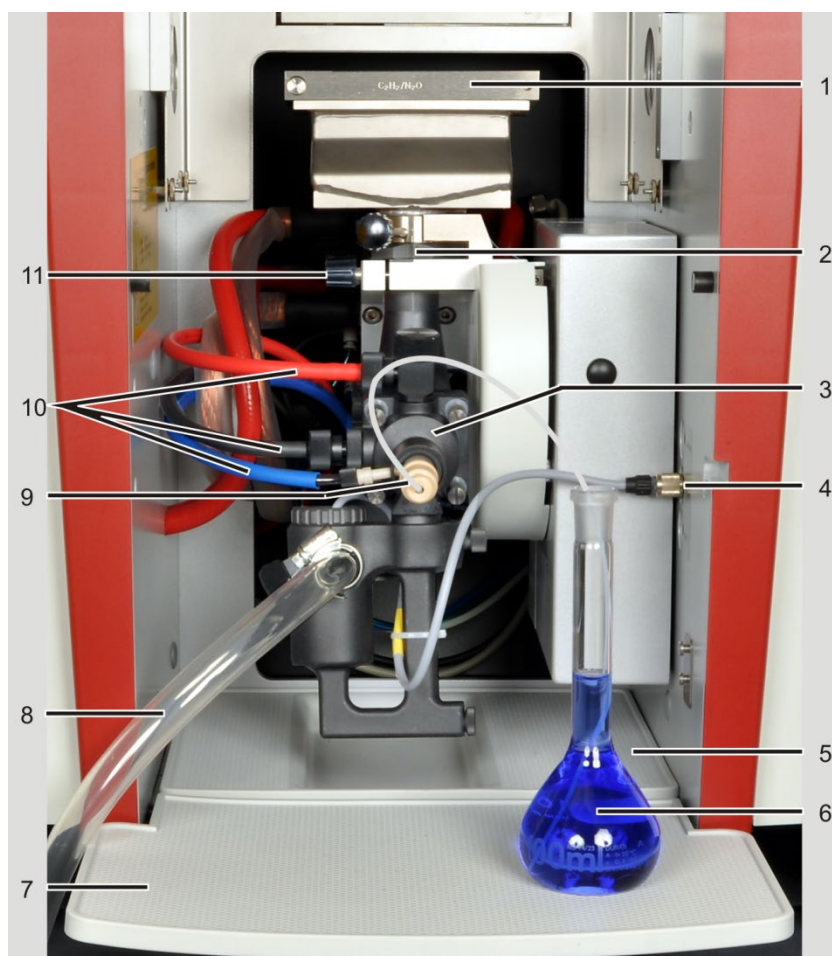

Fig. 42 Tecnología de llama, alimentación de muestras manual
2. Comprobar el sistema pulverizador-cámara de mezcla en el dispositivo de sujeción del ajuste de altura. El plato del tubo de la cámara de mezcla debe estar colocado. La marca en el tubo de la cámara de mezcla debe encontrarse encima del borde del dispositivo de sujeción (2 en Fig. 42).
8. Conectar el suministro de gas (10 en Fig. 42):